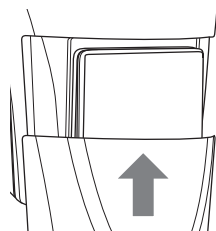

Fig. 4
- ♦ Sæt beskyttelsesafdækningen **11** på batterirummet (se fig. 4).